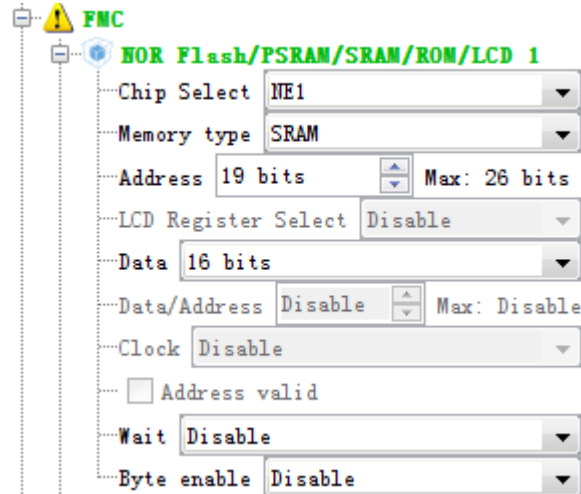

图 18.5.1 FMC 配置参数
- ① 进入 Pinout->FMC 配置栏,配置 FMC 基本参数。根据前面的讲解,这里我们使用的是 BANK1 的第一个分区 NE1,同时吧 LCD 作为 SRAM 使用,19 位地址线,16 位数据线。配置参数如下图 18.5.1 所示: